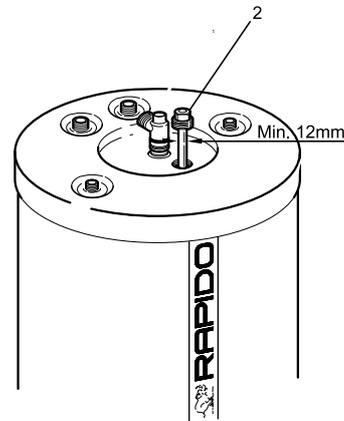

Abb. 9
- Schrauben Sie die Magnesium-Schutzanode (Abb.9, Pos. 2) heraus.
- Überprüfen Sie die Magnesium-Schutzanode (Abb.9, Pos. 2).